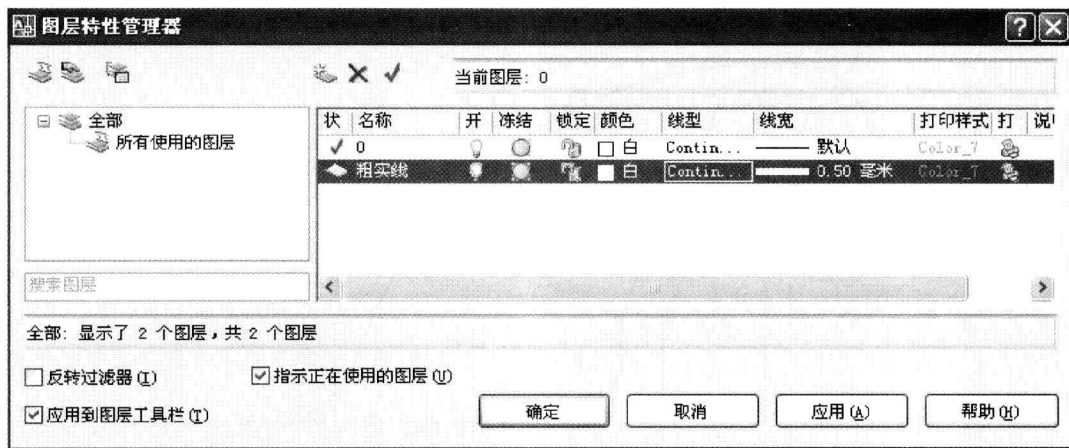

图 2-3 图层特性管理器—新建粗实线图层
② 新建粗实线图层 单击新建图层图标按钮，系统新建一个名为“图层 1”的新图层，其它特性与 0 层的特性相同。更改图层名为“粗实线”，颜色为“白色”，线宽为“0.5”，如图 2-3 所示。